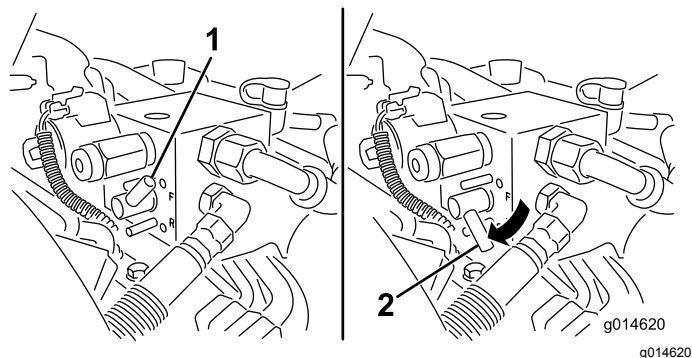

Figura 55
5. Rode a alavanca de retificação para a posição Reverse (R) (Figura 55).